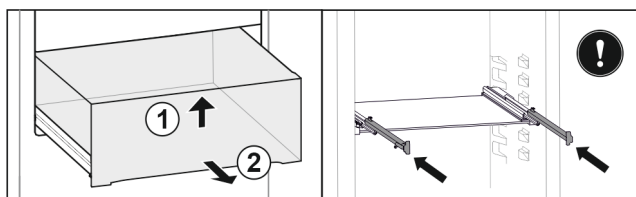

Fig. 71
- ▶ 抬起抽屉前部。 Fig. 71 (1)
- ▶ 朝前取出抽屉。 Fig. 71 (2)